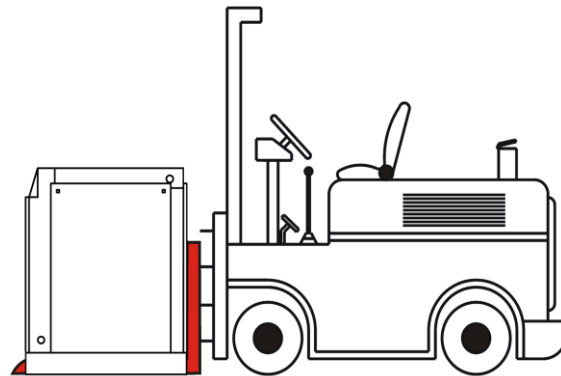

Рисунок 1.1: ДОСТАВКА И ТРАНСПОРТИРОВКА
- А. Для подъема компрессора используйте вилочный погрузчик, см. Рис. 1.1. Поднимайте компрессор с учетом точек входа вилок и центра тяжести.